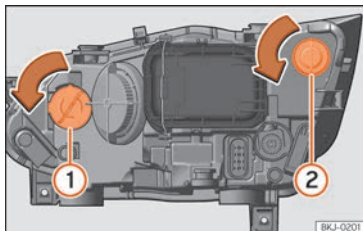

Abb. 106 Im Motorraum: Glühlampe Blinker (1) und Glühlampe DRL-Licht (Tagfahrlicht) (2).
- Drehen Sie den Lampenträger » Abb. 106 (1) oder (2) nach links und ziehen Sie.